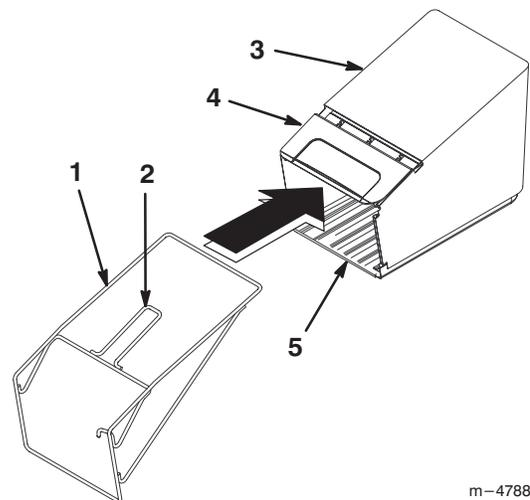

Abbildung 5
1. Den Graskorbrahmen wie in Abbildung 5 gezeigt in den Graskorb stecken.
- Die Korbabdeckung wie in Abbildung 5 gezeigt oben auf den Rahmen legen.